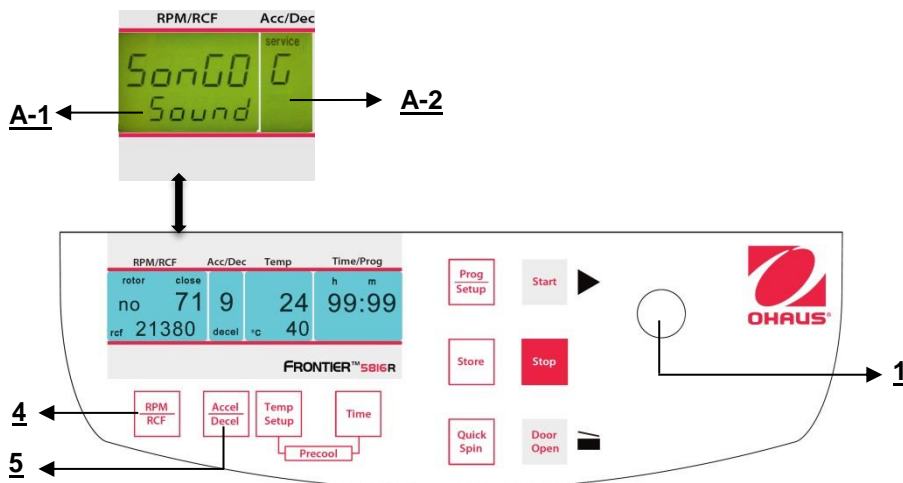

Abbildung. 34
Fahren Sie fort wie unter Punkt 4.1.1 beschrieben, um in den Programmmodus einzutreten und drücken Sie dann die Taste "**Accel/Decel**" (5). Auf der Anzeige blinkt "**Acc/Dec**" (A-2) das Wort "**Service**". Wählen Sie nun den Buchstaben "**G**" mit Hilfe des Anpassungsknopfes (1). Als Ergebnis erscheinen auf der Anzeige "**RPM | RCF**" (A-1) die Worte "**SonGo/Sound**". Nach dem Drücken der Taste "**RPM | RCF**" (4) können Sie mit Hilfe des Anpassungsknopfes (1) ein Lied auswählen. (Siehe Abbildung 34).